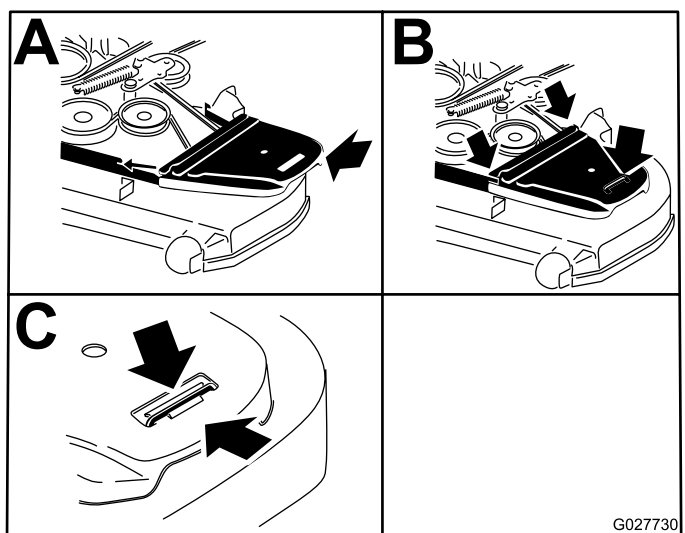

Figura 81
12. Instale las cubiertas de la correa (Figura 81).